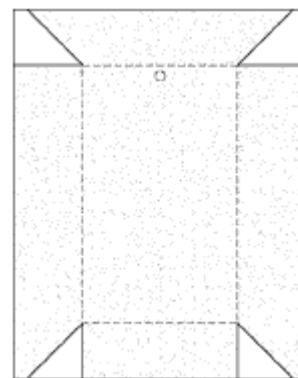

Рис. 1. Схема раскроя для кожуха колонки
6. Для уменьшения толщины в местах перекрытия и плотного загибания пленки вокруг кожуха колонки, необходимо вырезать лишние части. В данном примере пленка вырезается по прямым линиям с последующим удалением белых участков (см. Рис. 1).